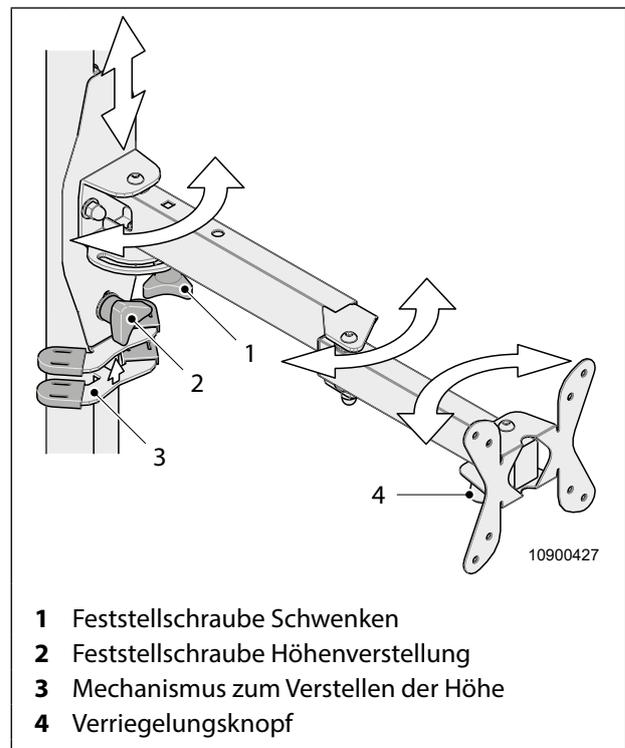

Abb. 24 Fernsehhalter
1. Feststellschraube (Abb. 24, Pos. 1) lösen.
2. Verriegelungsknopf (Abb. 24, Pos. 4) nach unten ziehen und halten.
4. Verriegelungsknopf (Abb. 24, Pos. 4) nach oben drücken.
5. Mit der Feststellschraube (Abb. 24, Pos. 1) den Fernsehhalter fixieren.
1. Feststellschraube (Abb. 24, Pos. 2) lösen.
2. Mechanismus zum Verstellen der Höhe (Abb. 24, Pos. 3) zusammendrücken und gedrückt halten.
3. Gewünschte Höhe einstellen und den Mechanismus zum Verstellen der Höhe (Abb. 24, Pos. 3) loslassen.
4. Mit der Feststellschraube (Abb. 24, Pos. 2) den Fernsehhalter fixieren.